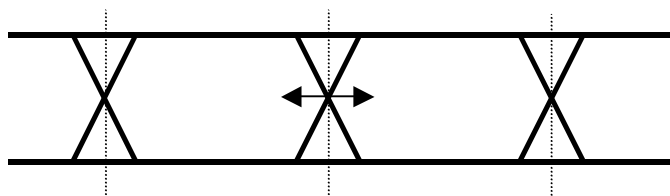

図 4.3.1-3 Half Period Jitter 設定
- [12] データ出力信号の Half Period Jitter 設定を行います。この設定により、アイパターンを観測した場合、図 4.3.1-3 のように Cross Point を時間軸方向に調整することができます。